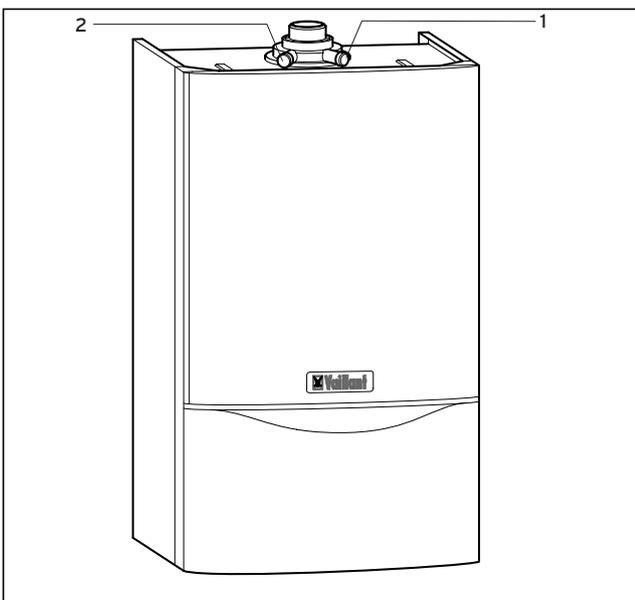

Abb. 3.11 Schornsteinfeger-Messungen (am Gerät)
- Nehmen Sie Messungen im Abgasweg am Prüfstutzen (1) vor (Abb. 3.11). Messungen im Luftweg können Sie am Prüfstutzen (2) vornehmen.